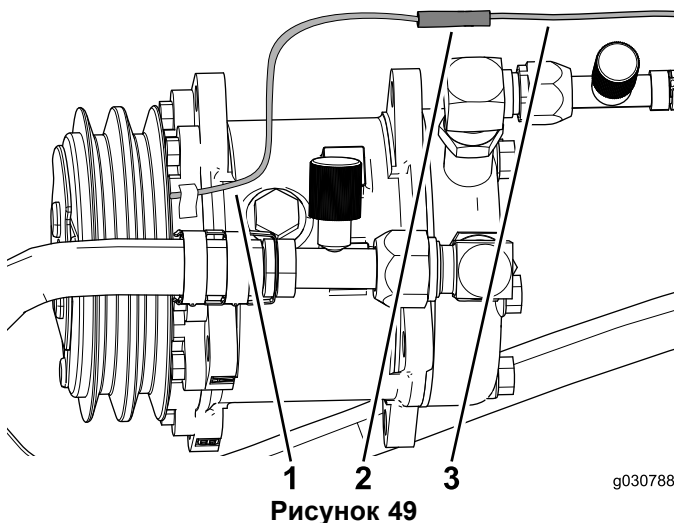

Рисунок 49
3. Подсоедините провод от компрессора кондиционера воздуха к штепсельному разъему на жгуче проводки (Рисунок 49).